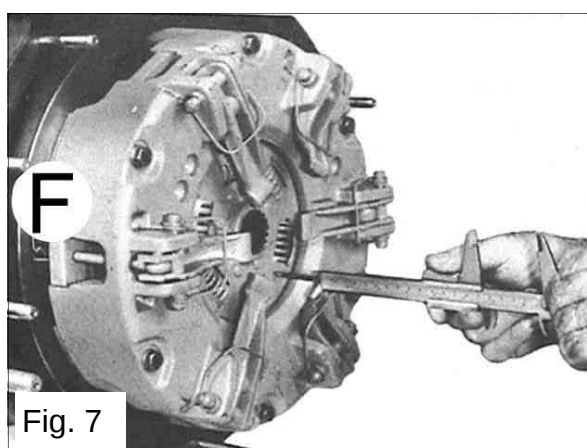

Fig. 7
- operar con las tuercas **F** (fig. 7) hasta lograr la cota indicada;